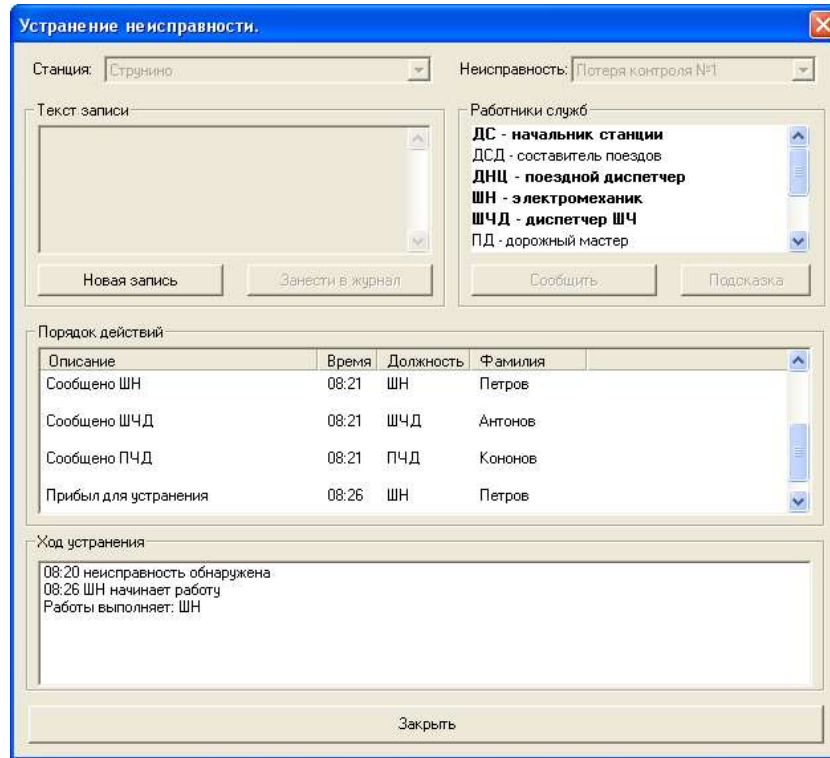

Рис. 3. Работа с Журналом осмотра.
3. В поле «Работники служб» (рис. 3) курсором выделите сотрудника, которому необходимо сообщить о неисправности объекта, и нажмите на кнопку «Сообщить». Таким образом необходимо оповестить всех причастных работников. В поле «Порядок действий» появится соответствующая запись с указанием времени сообщения.
В окне «Устранение неисправности» в поле «Ход устранения» (рис. 3) можно просмотреть информацию о выполнении работы.